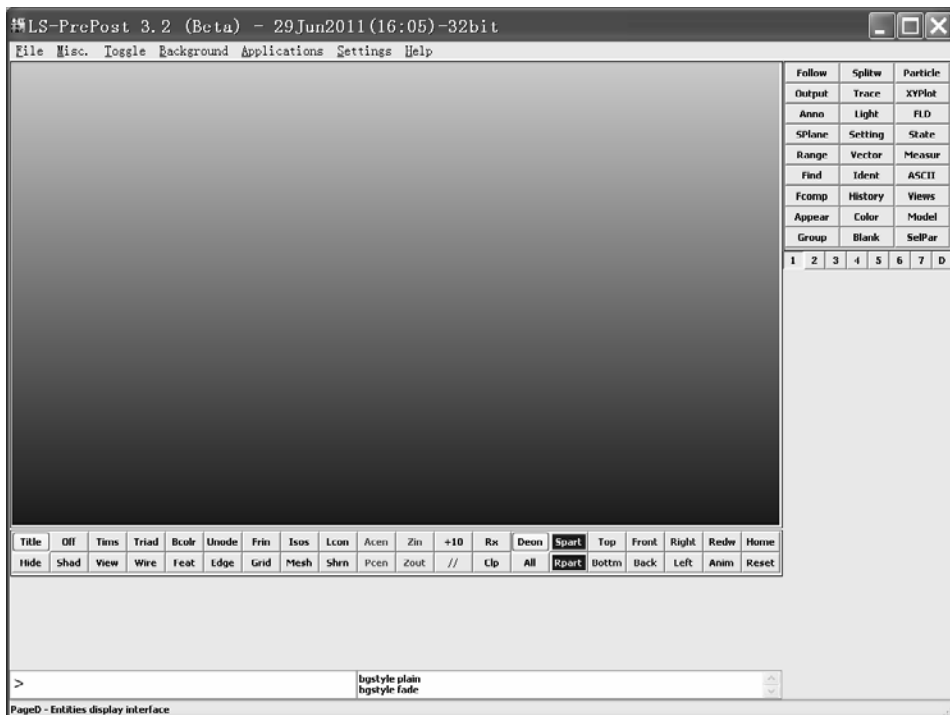

图 4-64 LS-PREPOST 操作界面
(1) 当计算完成后(没完成也可以),双击 LS-PREPOST 图标(见图 4-63),打开 LS-PREPOST 操作界面(见图 4-64)。